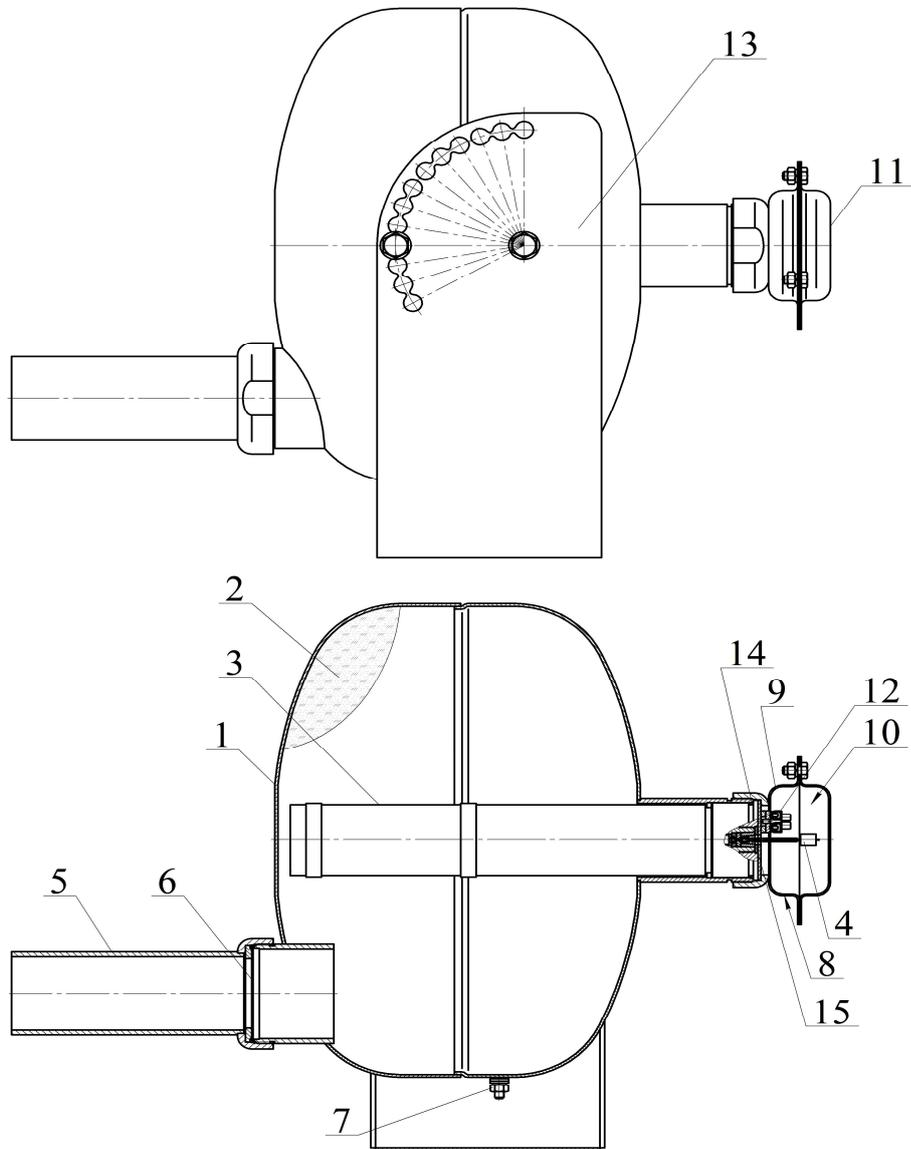

Рисунок 1
4.1.1 МПП (см. рисунок 1) состоит из корпуса 1, в котором размещаются огнетушащий порошок (ОП) 2 и источник холодного газа (ИХГ) 3 с элементом электропусковым 4.
6.3 Закрепить кронштейн **13** (см. рисунок 1) на потолке, стене или иной несущей плоскости, расположенной под любым углом относительно поверхности пола. Координаты отверстий в кронштейне, предназначенном для крепления МПП, приведены на рисунке 2.